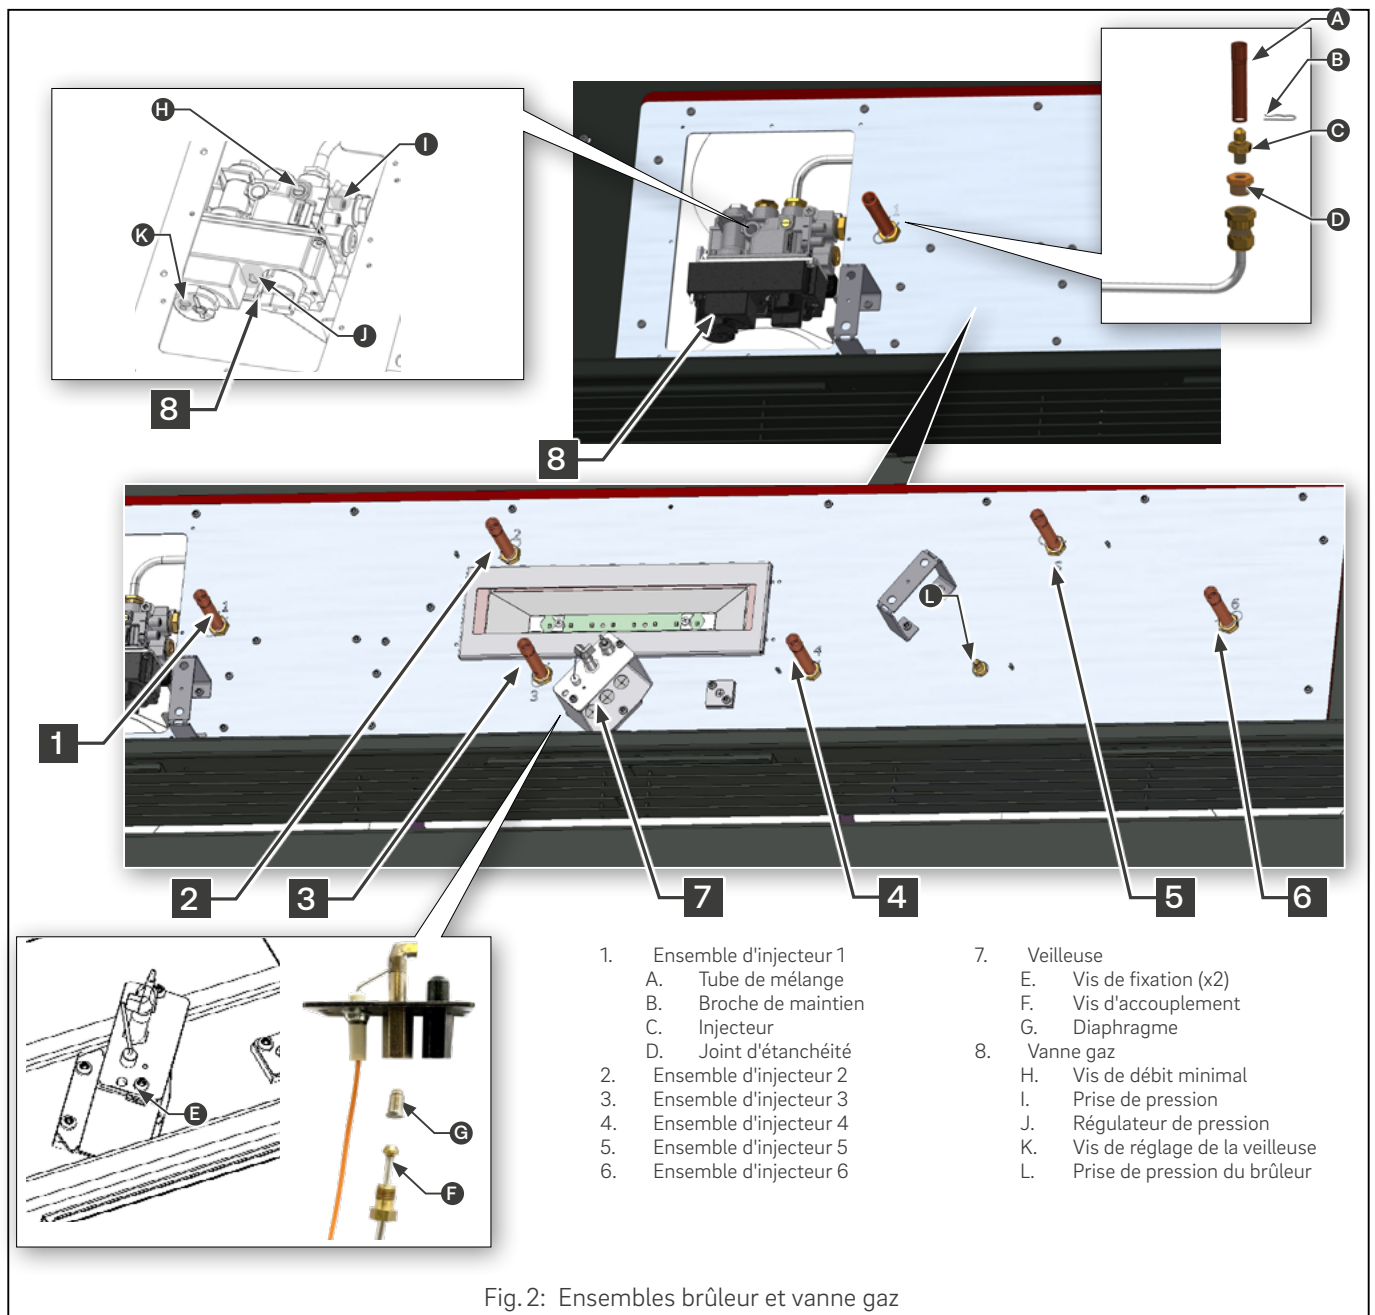

Fig. 2: Ensembles brûleur et vanne gaz
1.1.1 Remplacement des ensembles d'injecteurs (Fig. 2)
1.1.2 Remplacement du diaphragme de la veilleuse (Fig. 2)